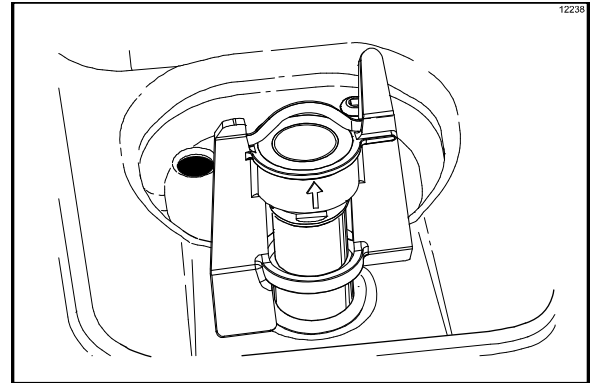

Abbildung 164
11. Rührflügel­einheit auf das Rührflügel­Antriebswellengehäuse aufsetzen. (Siehe Abbildung 164.)